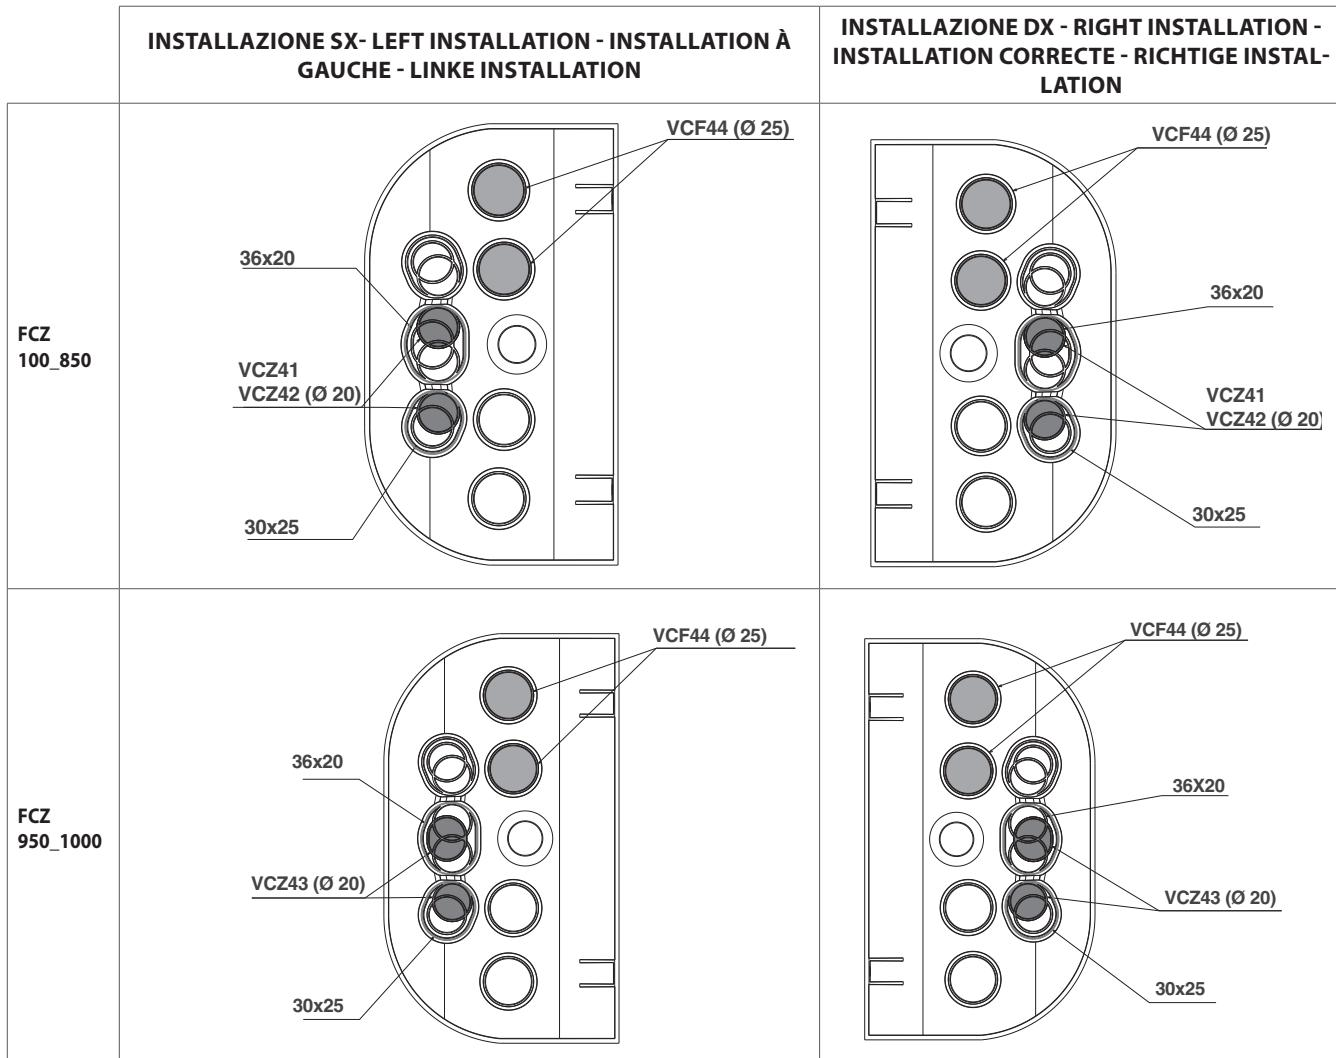

Fig. 2
- si les raccords hydrauliques proviennent du sol rompre partiellement, en fonction des exigences d'installation et de la section du tube, les cloisons en plastique (voir tableau fig.2), et y glisser les tubes en les isolants jusqu'à sous le bac. Puis sceller avec de la silicone les trous de passage, afin d'éviter le passage de la condensation sur les tubes ;
- Wenn die Wasseranschlüsse vom Fußboden kommen, müssen die Kunststoffschirme auf Grundlage der Anforderungen der Anlage und des Leitungsquerschnitts (siehe Tabelle Abb. 2) teilweise durchbohrt werden. Anschließend müssen die Leitungen eingeführt und bis unterhalb der Wanne abisoliert werden. Anschließend müssen die Bohrungen mit Silikon abgedichtet werden, um den Austritt von Kondensat entlang der Leitungen zu verhindern.